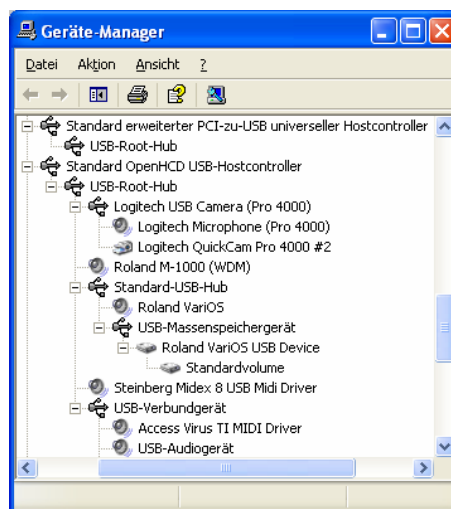

Abb. 1: WinXP Gerätemanager nach Verbindungen → OHCI/EHCI → USB-Root-Hub: Roland M1000, Steinberg Midex8, Access VirusTI, Roland VariOS, Logitech Webcam.
- Man findet die vorhandenen USB-Controller im Gerätemanager. Geräte nach Verbindung anzeigen → OHCI/UHCI/EHCI → USB-Root-Hub: Hier sind alle eingeschalteten USB-Geräte aufgelistet (*Abb. 1*).